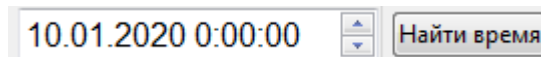

Рисунок 5.6.5
**10** – индикатор даты и времени просматриваемого сообщения архива. При развернутом списке сообщений – поиск сообщений по значению выбранного времени (см. рисунок 5.6.5).